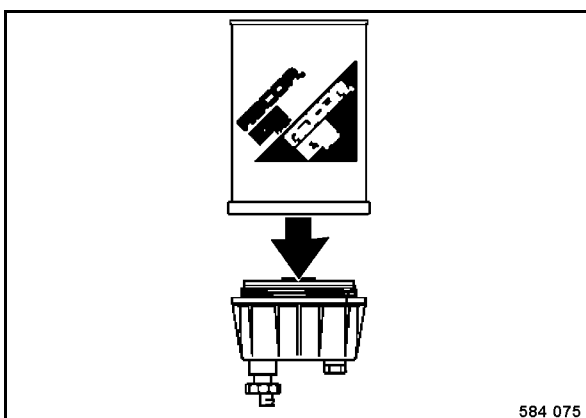

fig. 112
- Dévisser le séparateur d'eau de la cartouche de filtre (fig. 112).